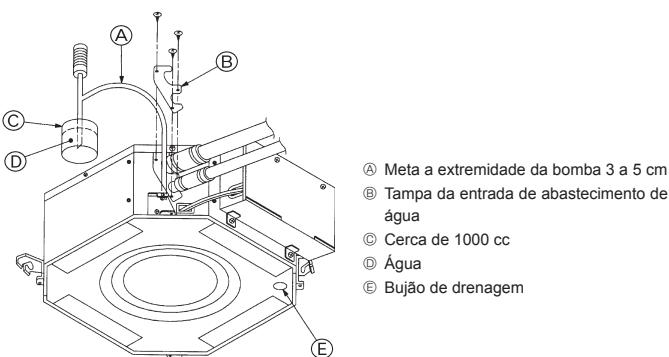

Fig. 6-3
- Aponte o controlo remoto para o receptor da unidade interior enquanto segue os passos ② a ⑦.
6.3. Verificação da drenagem (Fig. 6-3)